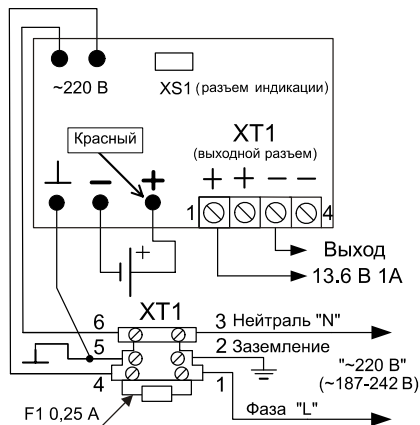

Рисунок 1
**Внимание! При подключении внешнего питающего напряжения 220 В к сетевой колодке необходимо соблюдать правильность подключения проводов «фаза» и «нейтраль». Подключение производить в соответствии с наклейкой, расположенной на внутренней стороне корпуса около сетевой колодки (фаза к ХТ1/1) или Рис.1.**